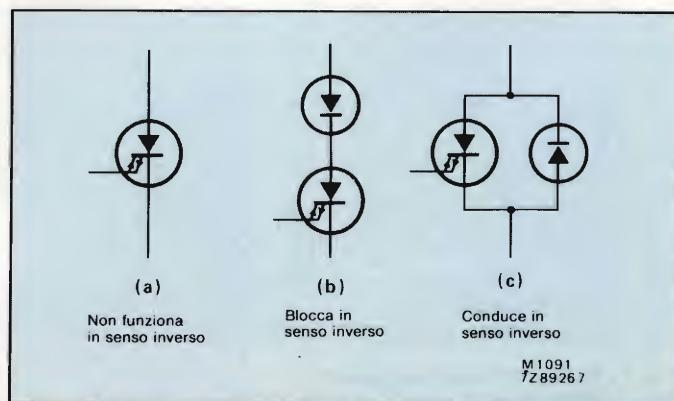

Fig. 3 - Diodi utilizzati per alterare la caratteristica inversa del GTO.
**Fig. 3 - Confronto tra le curve caratteristiche tipiche di "vecchi" e moderni varistori. A = Attuali varistori ad ossido di metallo; B = Varistore convenzionale al carburo di silicio.**